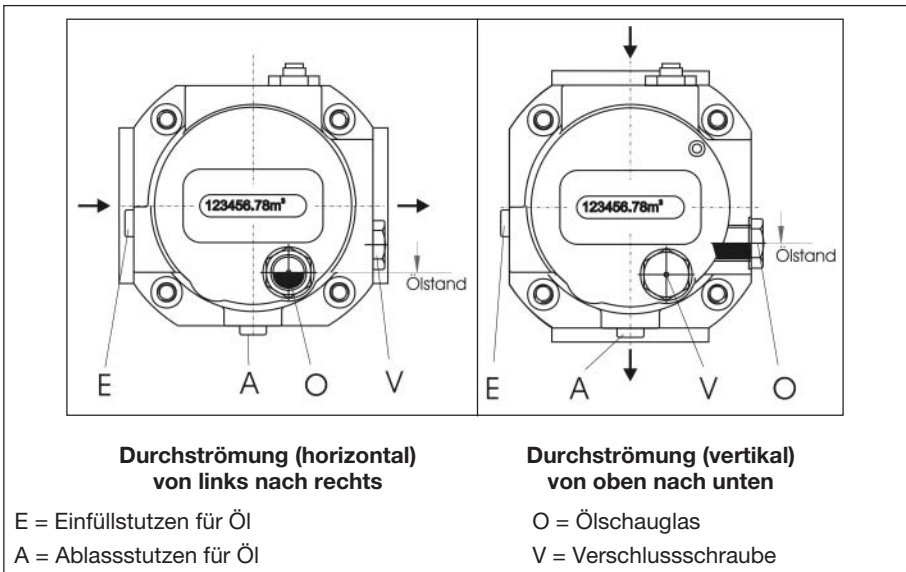

Bild 7: Horizontale und vertikale Einbaulage, Öfüllung und Ölstandsanzeige **Typ RVG-ST**
- Bei **horizontaler Durchströmung** stehen zwei Öleinfüllöffnungen E oder V zur Verfügung. Die Ablassöffnung A befindet sich am tiefsten Punkt. Das Ölschauglas O befindet sich an der Vorderseite des Zählers unter dem Zählwerk (Bild 7 links).
- Bei **vertikaler Durchströmung** steht nur die Öleinfüllöffnung E zur Verfügung. Die Ablassöffnung A befindet sich am tiefsten Punkt. Das Ölschauglas ist nun rechts am vorderen Gehäusedeckel untergebracht (Bild 7 rechts).